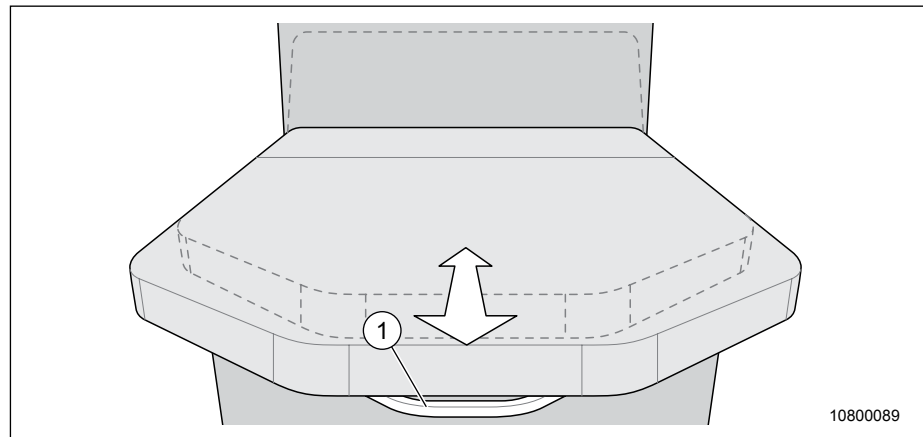

Fig. 60 Lit arrière (lit central)
- Soulever le lit central avec la poignée (Fig. 60, Pos. 1) et le tirer vers l'avant ou le rentrer pour amener la tête de lit en position souhaitée.